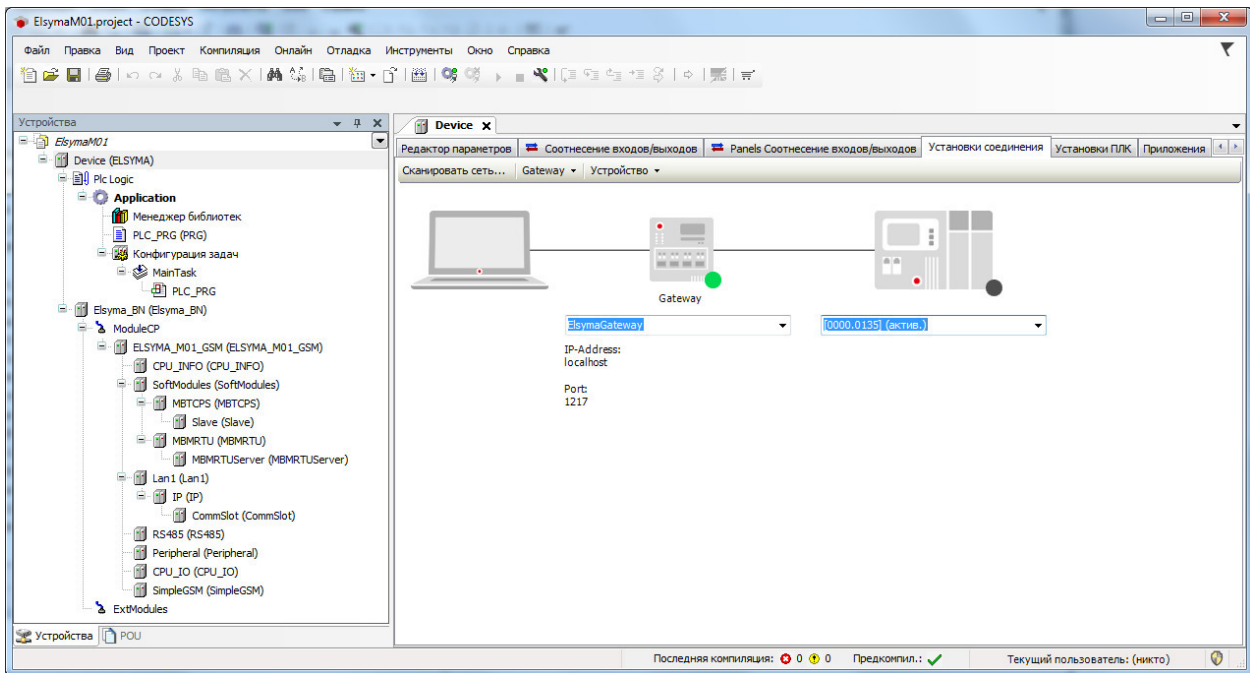
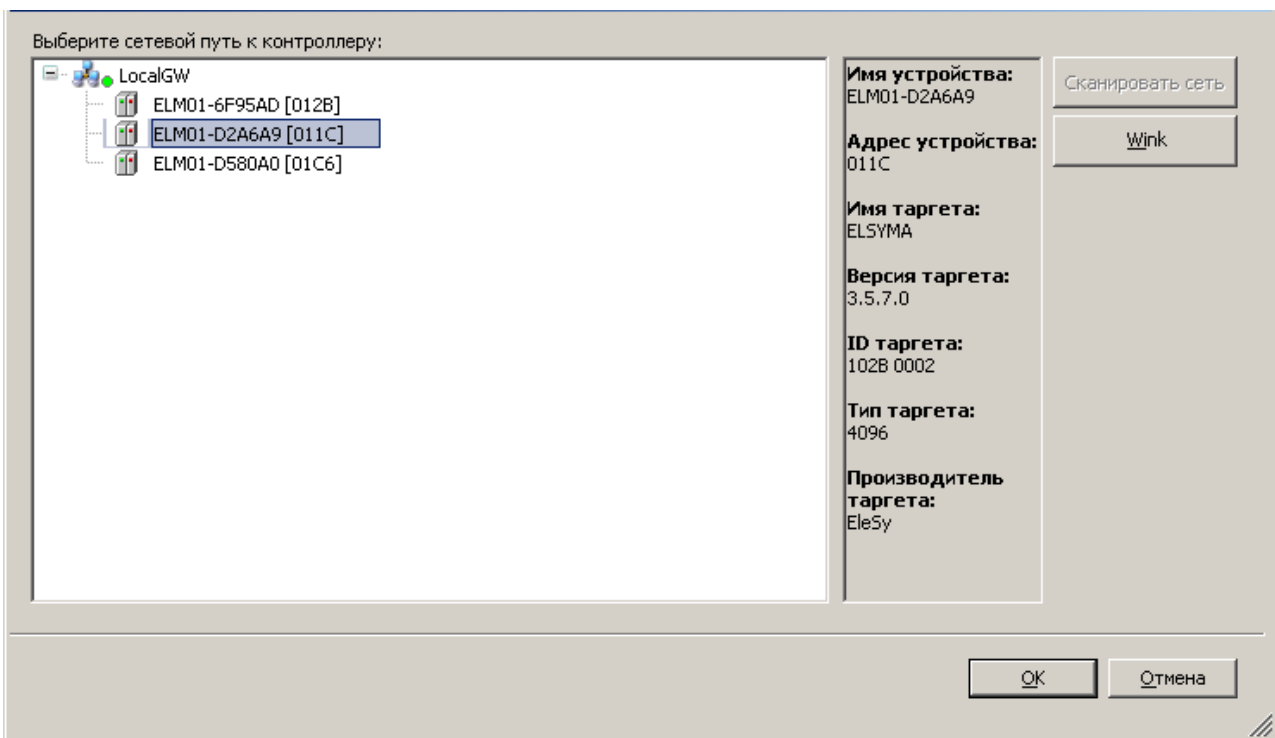

Рисунок 2.28 – Система разработки *CoDeSys*. Добавление шлюза связи
Рисунок 2.32 – Система разработки *CoDeSys*. Выбор активного контроллера, подключенного к общей сети
- 2 Выбрать закладку *Установки соединения* (рисунок 2.28) и выбрать в меню *Gateway* команду *Add new gateway...*
2 В появившемся окне **"Выбор устройства"** (рисунок 2.32) в списке устройств шлюза выделить контроллер с нужным идентификатором (ID приведен в квадратных скобках), при этом выбранный контроллер приобретает статус **"актив."** (см. рисунок 2.28). Подключенный через **USB** контроллер будет иметь идентификатор, равный **0029.B000.0A18**. Пример выбора контроллера, подключенного через USB соединение, приведен на рисунке 2.33.